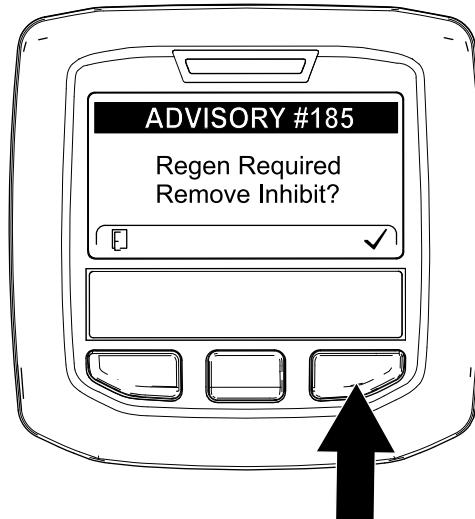

Figura 45
**Nota:** Se INHIBIT REGEN è impostata su ACCENSIONE, l'InfoCenter visualizza ADVISORY #185 (Figura 45). Premete il pulsante 3 per impostare l'inibizione della rigenerazione su SPEGNIMENTO e procedere con la rigenerazione di ripristino.